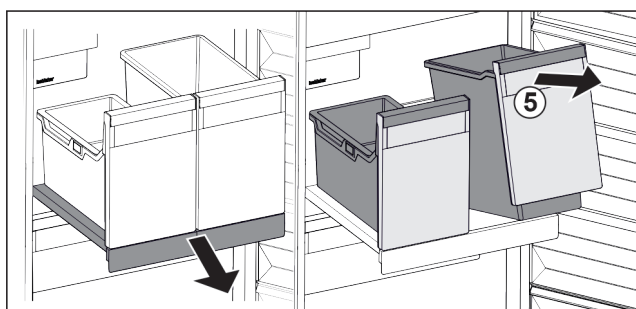

Fig. 191
- ▶ Paceliet tvertni Fig. 191 (5) priekšā.